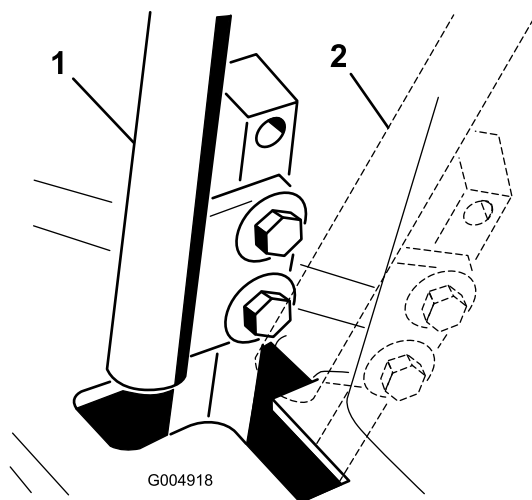

Figure 51
4. Placez le levier de commande au POINT MORT, sans le verrouiller (Figure 51).
6. Vérifiez la position du levier par rapport au cran de la console (Figure 51).